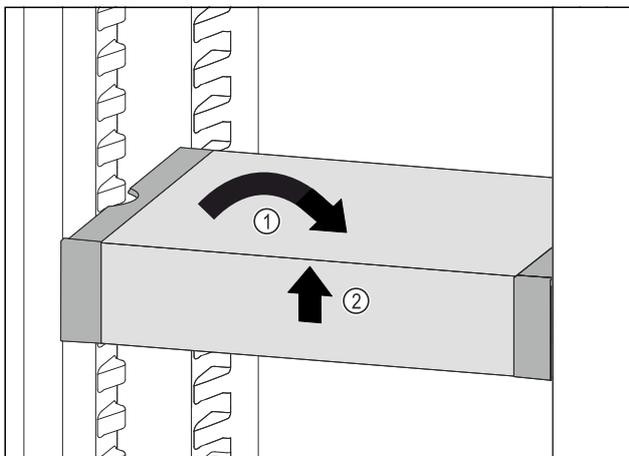

Fig. 81
- VarioSafe gerade stellen. Fig. 81 (1)
- VarioSafe vorne anheben. Fig. 81 (2)